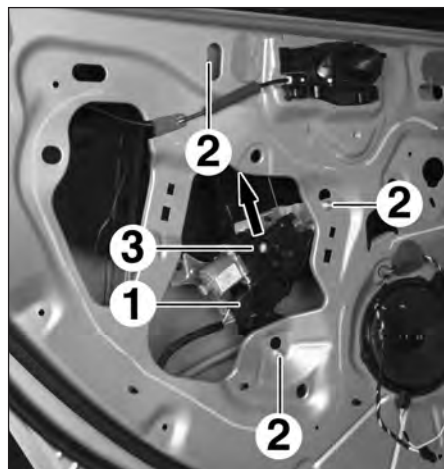

FIG.125
- Débrancher le connecteur (1) (Fig.125).
- Desserrer les écrous (2).
- Dégager le mécanisme de lève-vitre (3) suivant la flèche.